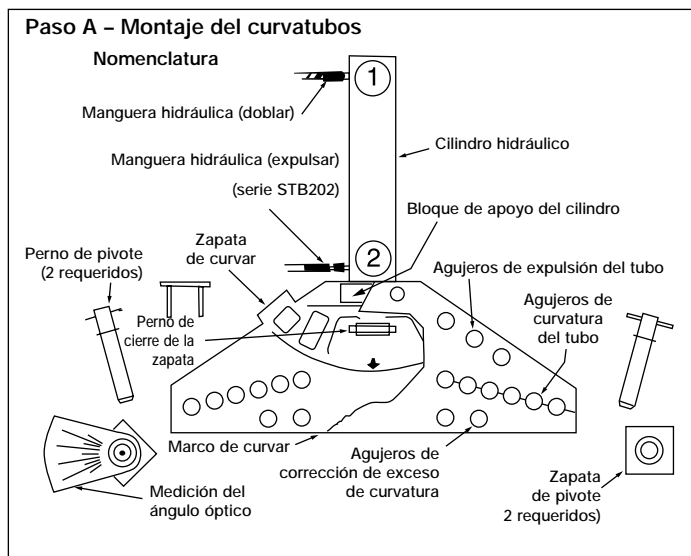

Figura 1, Montaje del curvatubos
4.0 MONTAJE DEL CURVATUBOS (VER LA FIGURA 1)